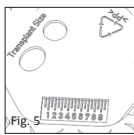

Fig. 5
■ **Fig. 1b/5** Las plantillas integradas en el reverso del Sizer Disk (Fig. 1b) muestran el tamaño mínimo del injerto que debe colocarse junto al tímpano (Fig. 5). Ovalada: si la placa superior de la prótesis es ovalada Redonda: si la placa superior de la prótesis es redonda
■ **Fig. 5** La escala milimétrica sirve para mediciones comparativas generales que pueden resultar útiles en el marco de una intervención quirúrgica en el oído medio. El reverso también puede utilizarse como superficie de apoyo o zona de preparación para diversas operaciones, p.ej. la manipulación o depósito intermedio del injerto.